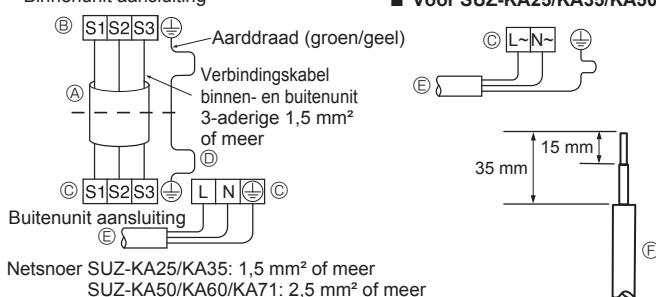

**Fig. 6-1**
### 6.1. Buitenunit (Fig. 6-1, Fig. 6-2, Fig. 6-3, Fig. 6-4)
- ① Verwijder het onderhoudspaneel.
- ② Sluit de kabels aan volgens Fig. 6-1, Fig. 6-2, Fig. 6-3 en Fig. 6-4.